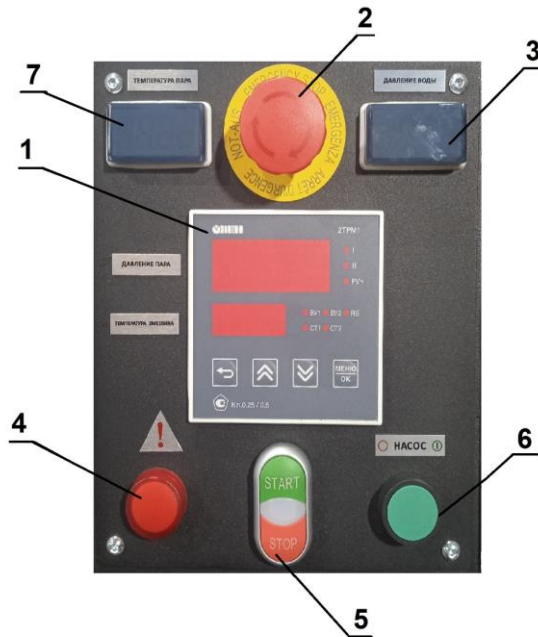

Рис.3. Пульт управления
5.1. Внешний вид ИП-50 показан на рис. 1 – парогенератор однокаскадный на базе индуктора ТП-20. Схема электрогидравлическая на рис. 2. Пульт управления - на рис.3. По согласованию с заказчиком парогенератор может поставляться со встроенным блоком управления или с отдельным шкафом управления.
стороны всасывающего патрубка. Узел подачи воды отделен от испарительной части пароводяного тракта обратным клапаном 5. Питательный насос 3 создает давление воды на входе в испарительную трубу индуктора 7. Визуально давление воды, создаваемое насосом 3, равное давлению во внутренней полости испарительной трубы, можно видеть на индикаторе 1 (рис.3) пульта управления парогенератором. При нормальной работе парогенератора давление воды после насоса, превышает давление пара на значение 0.1-1.1 Бар.
Управление парогенератором осуществляется с помощью пульта управления (рис.3) на лицевой панели парогенератора. На пульте управления расположен индикатор 3 давления воды питательного насоса, измеритель-регулятор 2ТРМ1, используемый системой управления парогенератора для осуществления автоматических операций. Дисплей измерителя-регулятора имеет верхний экран, на котором отображаются текущие значения давления пара в сети и нижний экран, где отображается температура змеевика. Для задания верхнего предела отключения парогенератора по давлению, необходимо на 2ТРМ1 кратковременно нажать кнопку [^] затем кратковременно нажать кнопку [МЕНЮ] далее кнопками [^] и [v], выставить требуемое значение давления пара и нажать кнопку [МЕНЮ] для записи значения, включение/отключение будет происходить в диапазоне +/- 0.5 Бар от заданного значения.